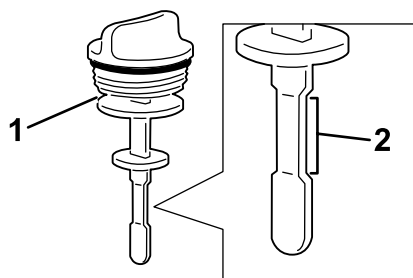

Figure 141
- Ressortez la jauge et vérifiez le niveau de liquide (Figure 141).